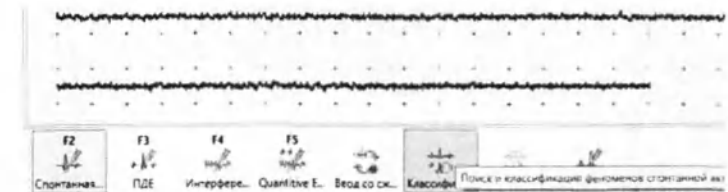

Рис. 185. Кнопка «Классификация» для проведения количественного анализа спонтанной активности
2. При количественном анализе спонтанной активности после накопления нескольких кривых спонтанной активности (при расслаблении мышцы в разных положениях иглы) активируйте кнопку «Классификация» (рис. 185).